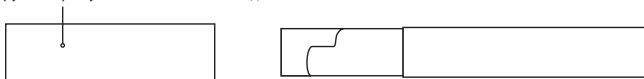
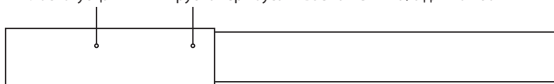

Рис. 16
Рис. 17
4.2.5. Надеть термоусаживаемую трубку CFM 19/6 длиной 80 мм поверх наружной оболочки кабеля (см. рис. 16). Термоусадить ее с помощью воздушного термопистолета горячим воздухом и сразу обжать свободный конец трубки плоскогубцами (см. рис. 17).